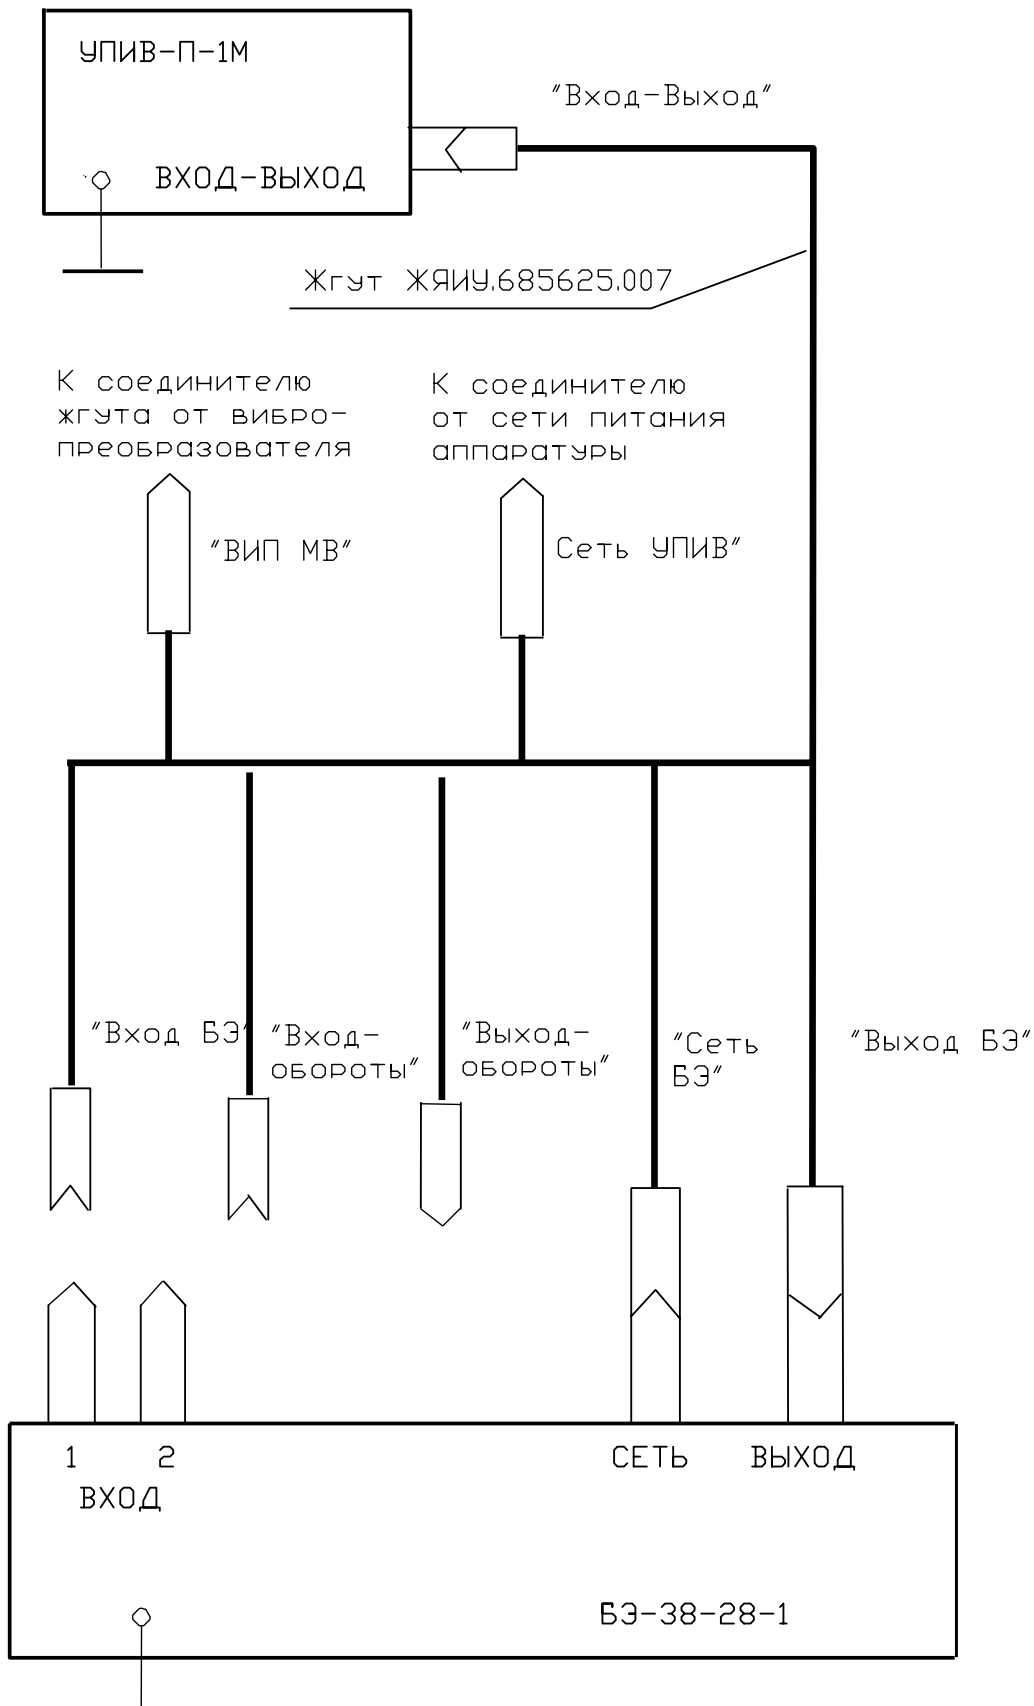

Рисунок 3 – Схема подключения при проверке аппаратуры ИВ-Д-ПФ-23-1 устройством контроля УПИВ-П-1М
Распломбируйте и снимите на верхней панели блока БЭ-38-28-1 планку (13), закрывающую регулировочные резисторы (рисунок 3).
Установите планку (13) (рисунок 3) на блок и опломбируйте ее.
Распломбируйте и снимите на боковой панели блока БЭ-38-28-1 планку (13) регулируемого канала, закрывающую регулировочные резисторы (рисунок 3).